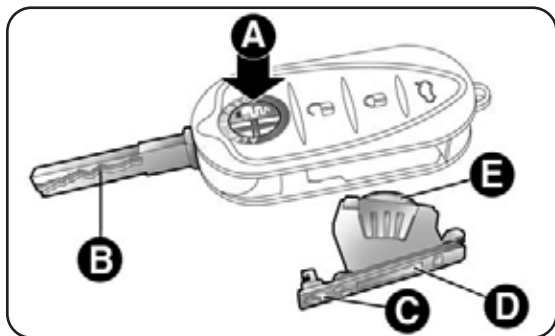

fig. 17
- premi il pulsante A-fig. 17 e porta l'inserto metallico B in posizione di apertura; ruota la vite C su  utilizzando un cacciavite a punta fine;